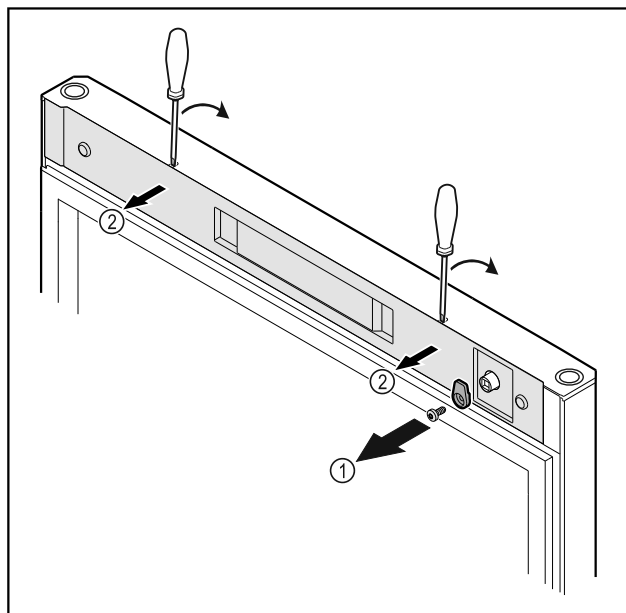

Fig. 20
- ▶ Odvijte zapiralni zatič Fig. 20 (1).
- ▶ Z majhnim izvijačem sprostite pokrov Fig. 20 (2) in ga odstranite.